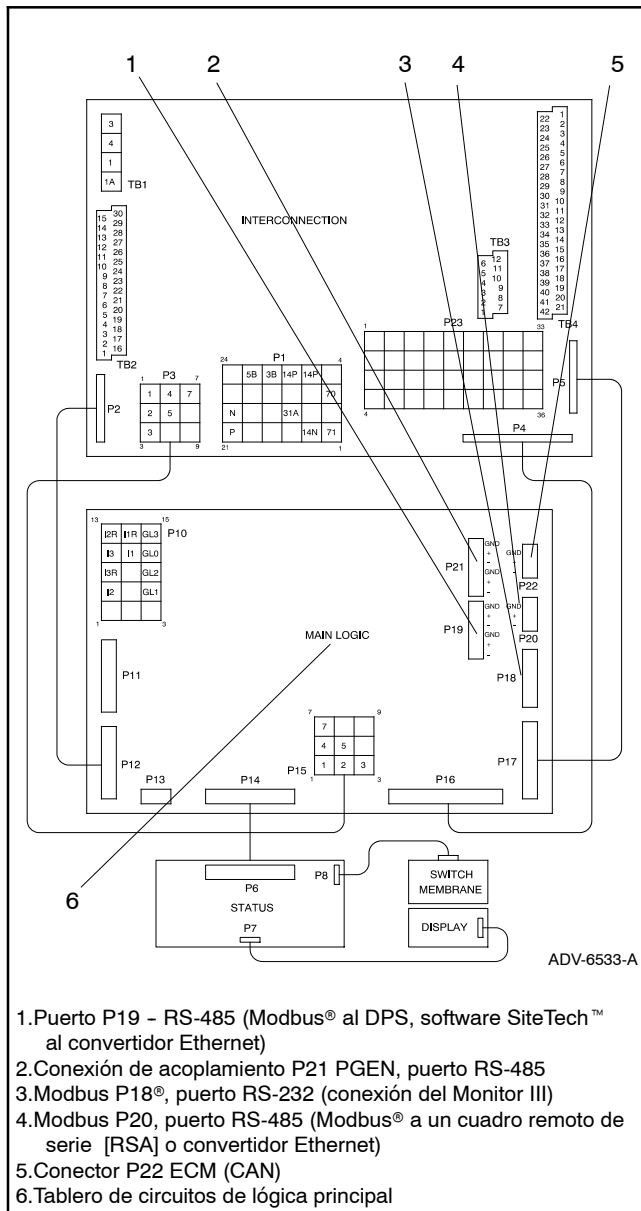

Figura 7-8 Puertos de comunicación del tablero de circuitos de la lógica principal (vista superior del tablero de circuitos)
- a. Conecte la PC al controlador en el P19 (RS-485). Consulte la Figura 7-8.